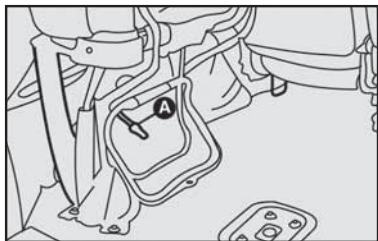

fig. 104
- 1) Abaixar a alavanca **A-fig. 104** e voltar o banco para a posição de uso.